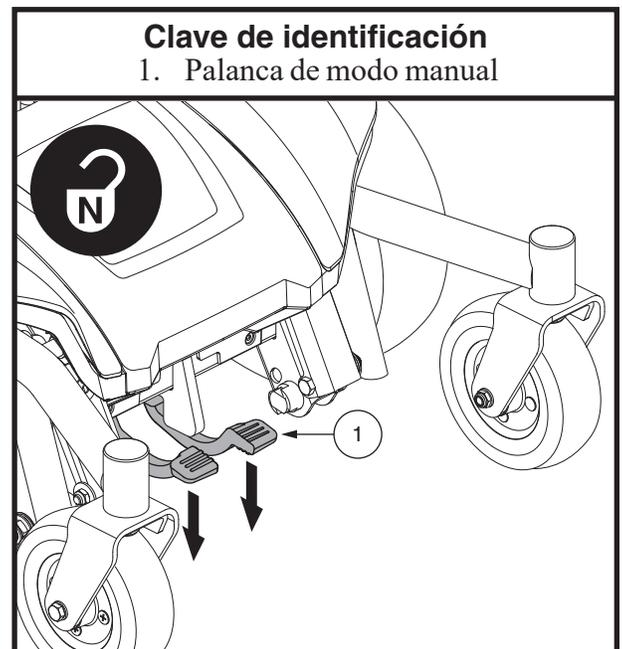

Figura 6. Modo manual (motor desactivado)
3. Empuje las palancas hacia abajo para desactivar los motores (modo manual). Ver figura 6.